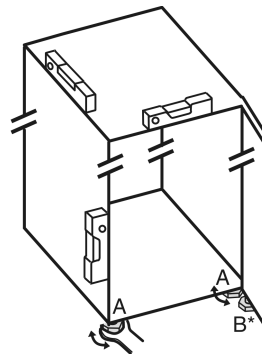

Fig. 34
- Svitare i piedini regolabili Fig. 34 (A) con la chiave a forchetta contenuta nella fornitura e con l'aiuto di una bilancia idrostatica, finché l'apparecchio non si trova in posizione stabile e piana.
- Con la chiave a forchetta in dotazione, svitare il piedino regolabile Fig. 34 (B) sul cuscinetto di supporto inferiore, fino a farlo appoggiare sul pavimento.
- Ruotare ulteriormente il piedino regolabile Fig. 34 (B) di 90°.